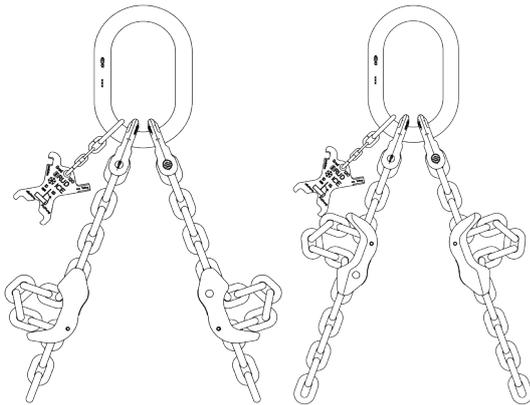

Abb. 8: Mehrstrang-Montage
- Montieren Sie die Multi-Verkürzungsklauen in 2-Strang-Gehängen für eine erleichterte Benutzung in der Position „Rücken an Rücken“ (vgl. Abb. 8).